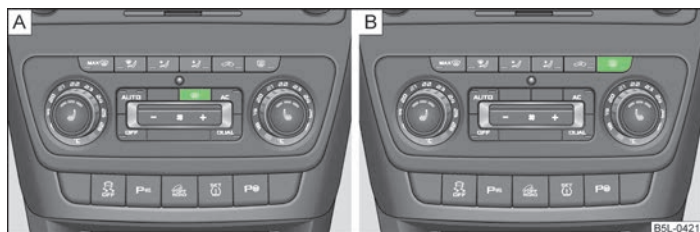

Fig. 34 Conmutador del parabrisas calefactable/Conmutador para la calefacción de luneta
► La calefacción del parabrisas se conecta o desconecta pulsando el conmutador  » fig. 34 - A - el testigo de control en el conmutador se enciende o se apaga.
► La calefacción de la luneta posterior se conecta o desconecta pulsando el conmutador  » fig. 34 - B - el testigo de control en el conmutador se enciende o se apaga.